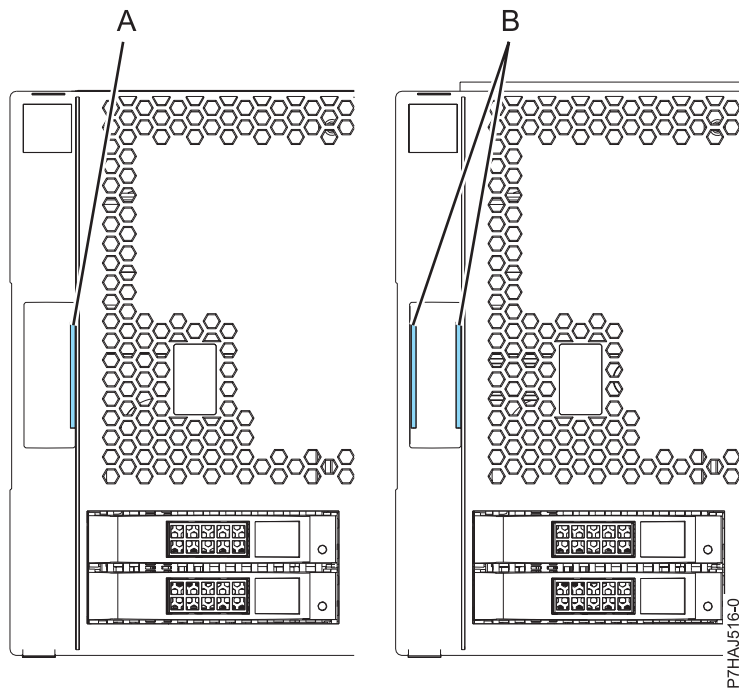

Figure 15. Identification des capots anciens et nouveaux
Remarque : Les anciens capots (expédiés avant le 1er mars 2011) sont reconnaissables à la bande bleue unique (A) située sur les taquets du capot. Les nouveaux capots (livrés après le 1er mars 2011) possèdent deux bandes bleues (B). Voir figure 15, à la page 37.